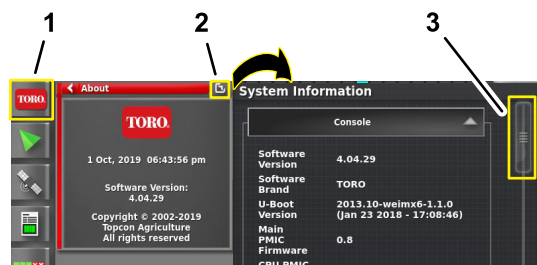

Рисунок 278
1. Нажмите на значок ИНФОРМАЦИИ О СИСТЕМЕ и затем проведите по значку ПОЛНОЭКРАННОГО РЕЖИМА в верхнем правом углу окна информации о системе (Рисунок 278).